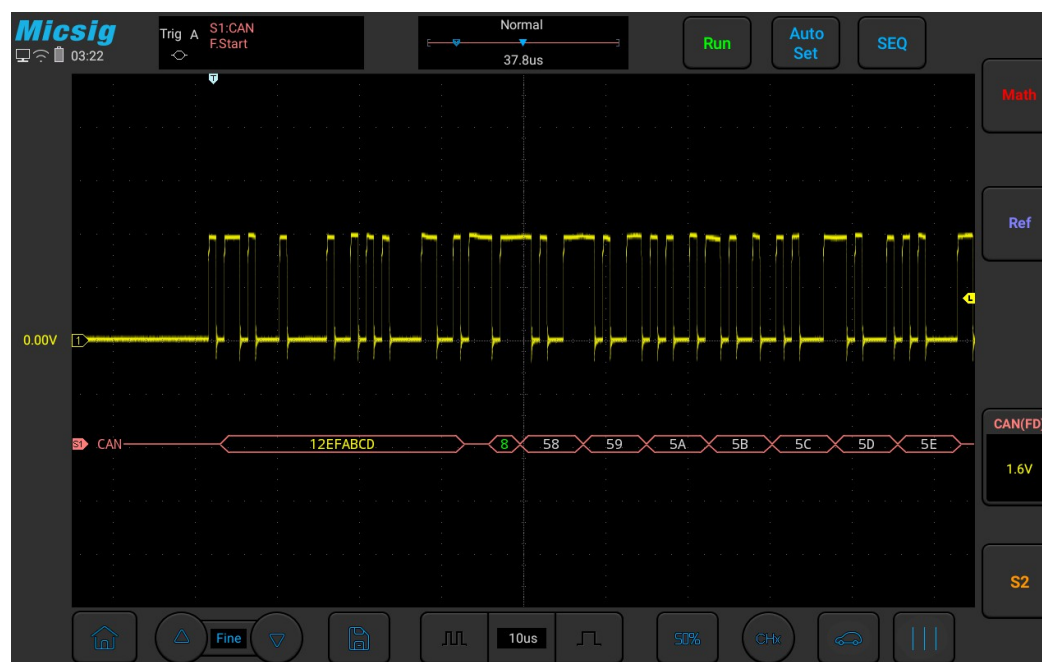

Abbildung 12-16 Grafische CAN-Schnittstelle
- (1) Tippen Sie auf S1, um den Dekodierungskanal zu öffnen, und klicken Sie erneut auf S1, um das Buskonfigurationsmenü zu öffnen.
- (2) Wählen Sie als Bus-Typ „CAN“ aus und klicken Sie dann auf „Ch1“, „Idle High“ und „1 Mbit/s“. Klicken Sie nach der Einstellung auf den leeren Bereich, um das Menü zu schließen.
- (3) Öffnen Sie das Menü zur Konfiguration des Triggermodus und klicken Sie auf „Frame Start“ (Bildstart).
- (4) Passen Sie den Schwellenwert entsprechend der Signalamplitude an. Die grafische CAN-Trigger-Schnittstelle ist in Abbildung 12-16 dargestellt: